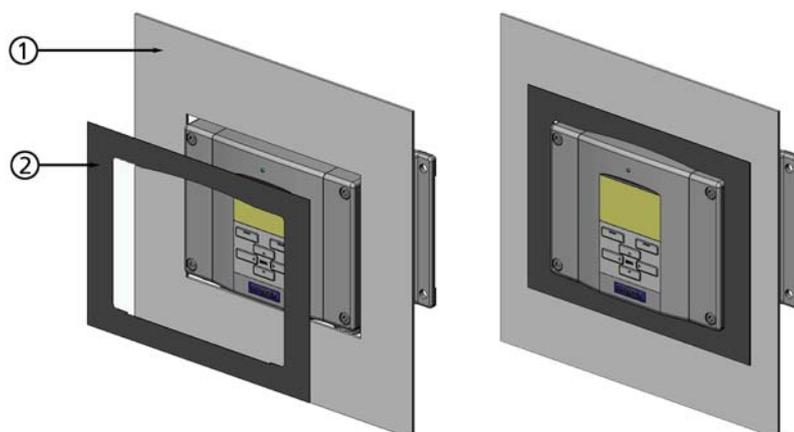

図 13 パネル取り付けフレーム
4. フレームの粘着テープから保護紙をはがし、フレームを気圧計まわりに取り付けます。次の図 13 をご覧下さい。
番号は上の図 13に対応しています。